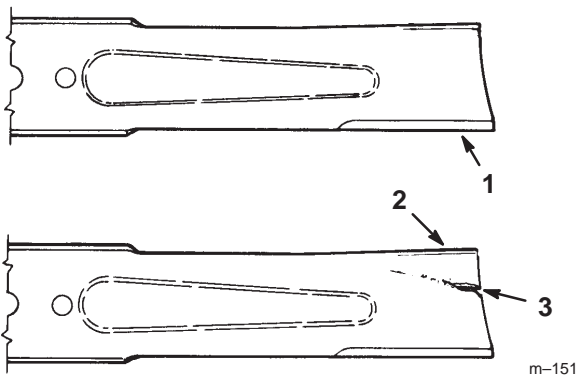

Figure 10
1. Inspectez les tranchants des lames (Fig. 10). Si les lames ne sont pas tranchantes ou si elles présentent des indentations, déposez et aiguisiez-les, comme expliqué à la rubrique Aiguisage des lames, page 14.
2. Inspectez les lames, surtout la partie incurvée (Fig. 10). Remplacez immédiatement toute lame endommagée, usée ou qui présente une entaille (Fig. 10).